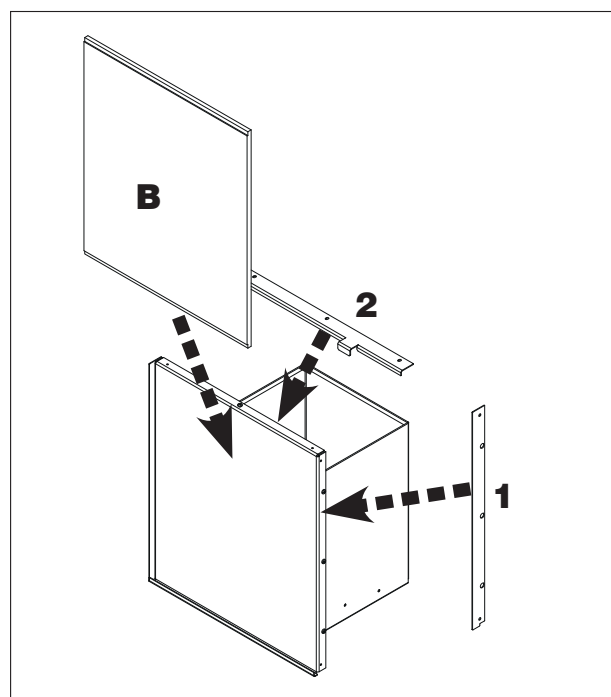

Figure 4
- Enfiler la décoration (B) par le haut - Figure 4;